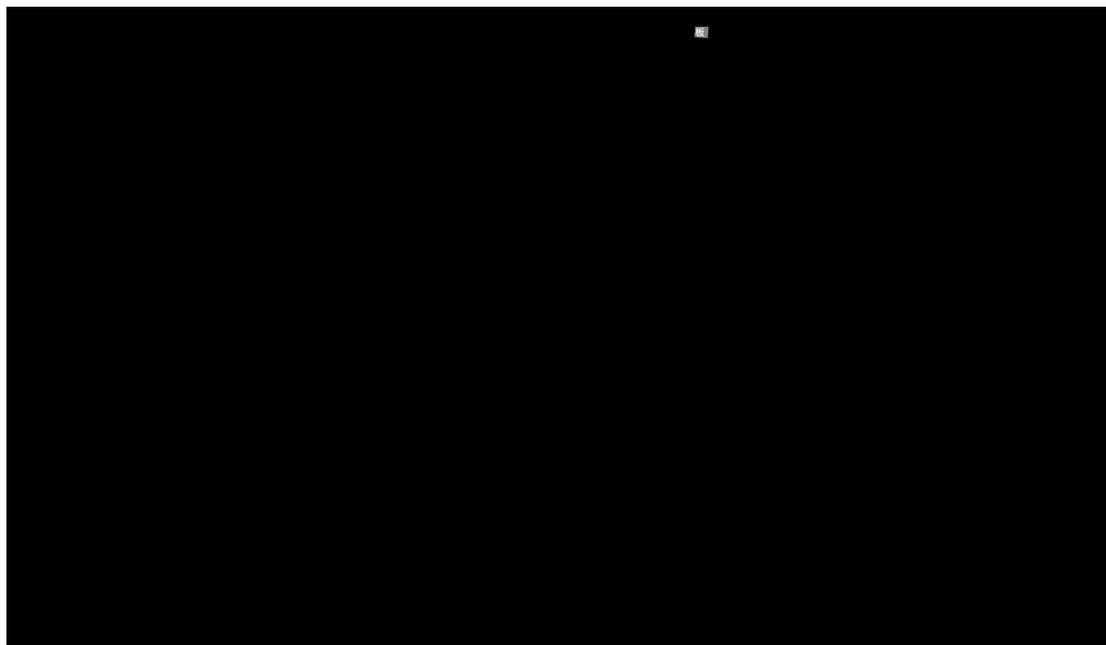

图 A-5 重复虚拟单元
**重复虚拟单元 (Repeat):** 可以理解为拼板单元资料的投影副本。当拼板需要多个相同的图形时，可以使用 Repeat 功能快速复制并排列这些图形，避免手动复制粘贴的烦琐。其优点是排列快速且简单，且无法直接编辑里面的内容，这样就不容易出错，并且还会与单元实体资料保持实时刷新，确保每个拼板单元都一致。重复虚拟单元如图 A-5 所示。